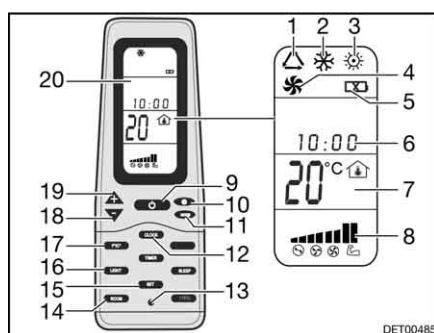

Bild 159 Fjärrstyrning
- Tryck på knappen ON/OFF (Bild 159,9).
- Tryck på knappen "Mode" (Bild 159,11) tills önskad driftsläget (Bild 159,1, 2, 3 eller 4) visas på displayen (Bild 159,20).
- Ställ in önskad temperatur med knapparna "+" (Bild 159,19) och "-" (Bild 159,18).
- Med knappen för fläkthastighet (Bild 159,10) väljs önskad fläkthastighet.